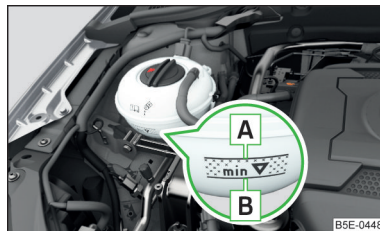

Fig. 181
La denominación del líquido refrigerante se encuentra en el depósito de compensación del líquido refrigerante » **fig. 181 de la página 206**.
A » **fig. 181 de la página 206**.
Depósito de compensación del líquido refrigerante » fig. 181
- Compruebe el nivel de líquido refrigerante en el depósito de compensación del mismo » fig. 181.
Cuando el motor está caliente, el resultado de verificación puede ser inexacto. El nivel también puede estar sobre la marca **A** » fig. 181.